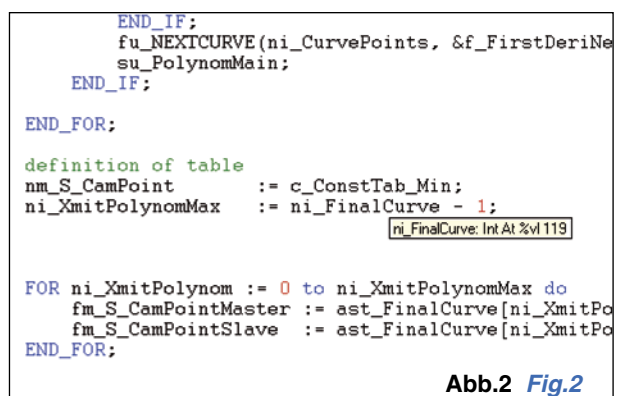

Abb.2 Fig.2
Wenn Sie den Mauszeiger über einen Befehl oder einen Variablennamen bewegen, dann zeigt JetSym nützliche Informationen an, die mit dem Deklarationen-Editor definiert wurde (siehe Abb. 2).
*When the mouse pointer rests over an instruction or a variable name, JetSym displays useful information which has been defined using the declaration editor (see Fig. 2).*